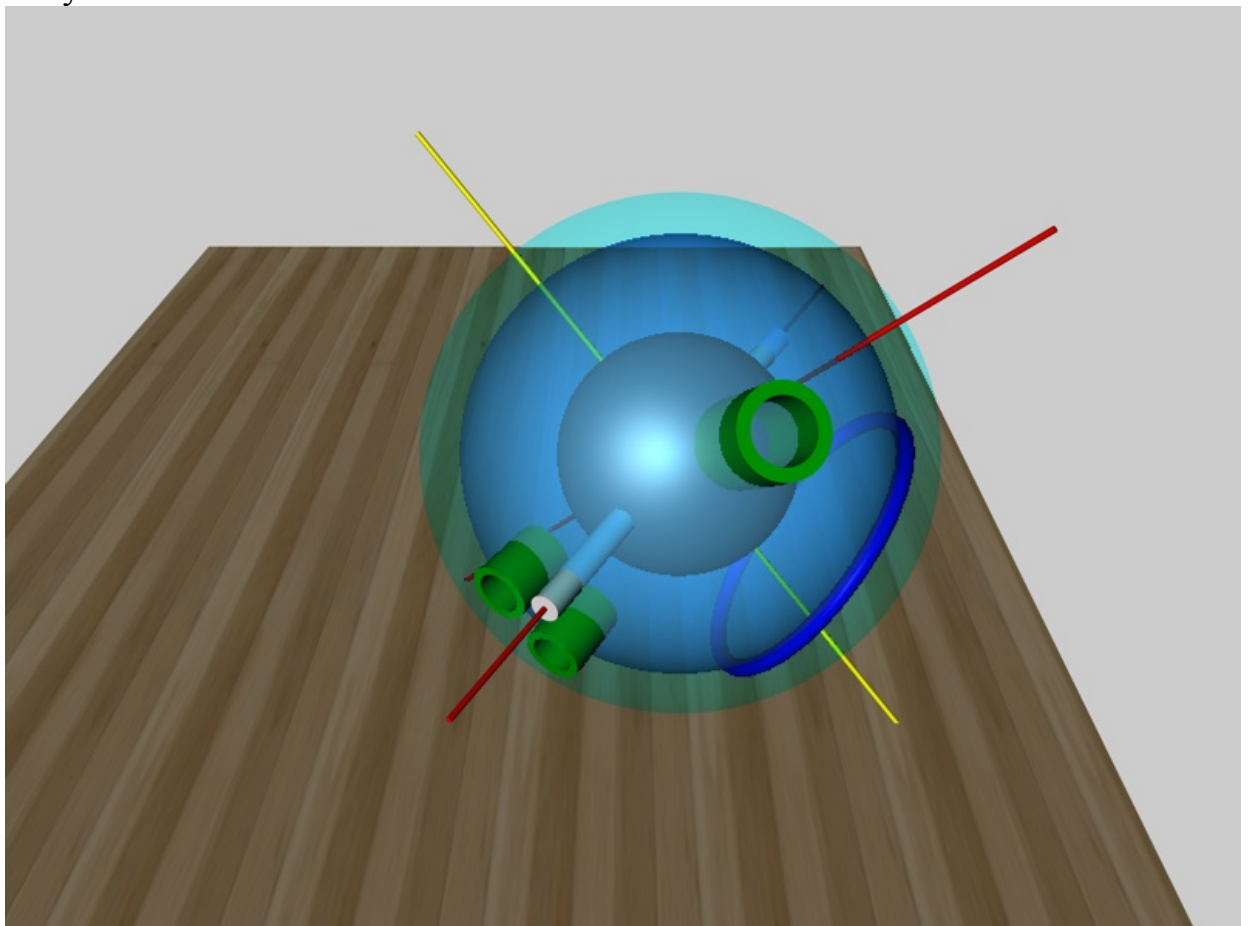

Рисунок 8.
**Спиннинг** - масляный след проходит по минимальной окружности на большом расстоянии от отверстий для пальцев (рис. 8).